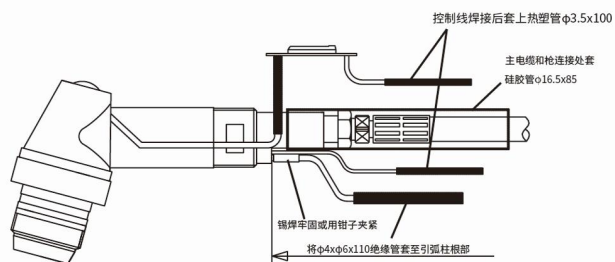
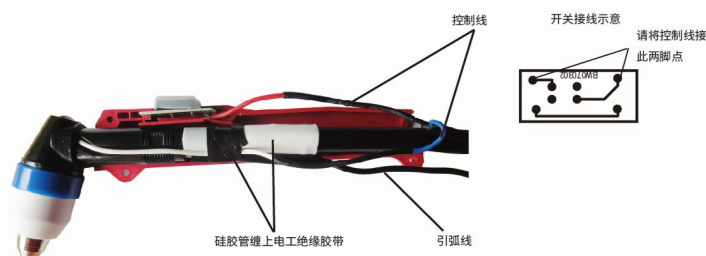

图 2
图 3
2: 客户使用镀银保护罩或需要带保护线路枪头时，为了安全和保证焊枪的使用性，按如下步骤与图2、图3的要求进行枪头与电缆组连接：
4. 保护线错接，请对照图2所示接法。